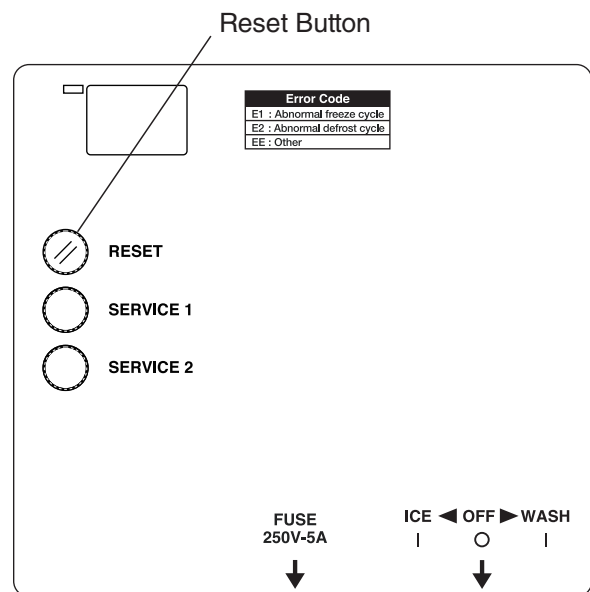

Fig. 6
- 6) Press the reset button. See Fig. 6.